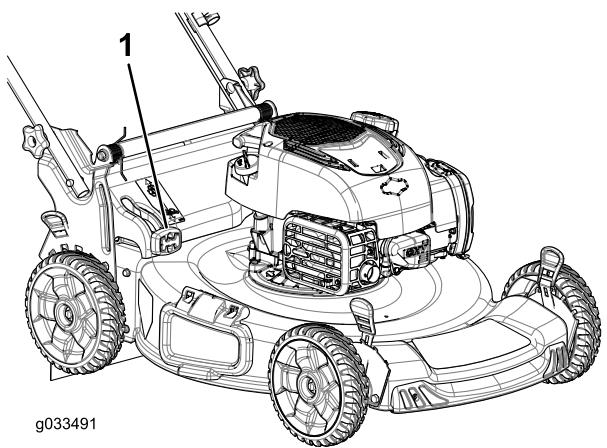

Рисунок 22
- Для сбора скошенной травы и листьев в мешок нажмите кнопку на рычаге сбора в мешок и двигайте рычаг вперед, пока кнопка на нем не вернется в исходное положение (Рисунок 22).